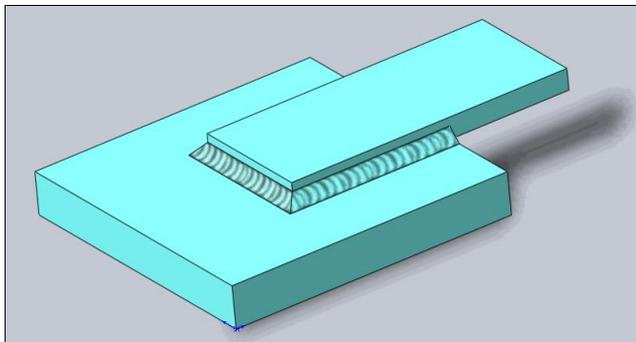

Рис. 5.34
6. Осталось нажать кнопку **ОК**  и получить готовую деталь со сварным соединением внахлестку (рис. 5.34).